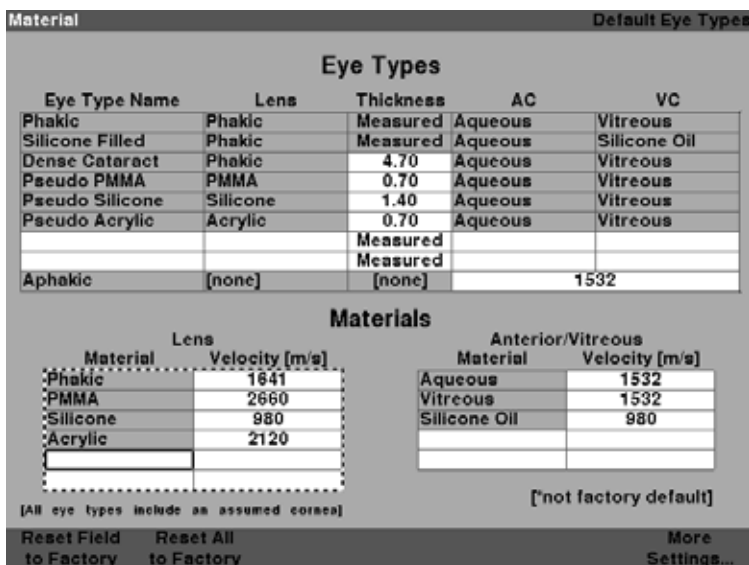

Figura 5-4 Seleção de uma célula para acrescentar um novo material de lente
2. Pressione o botão giratório para ativar a tabela de Material de lente. A tabela estará ativada quando estiver contornada por uma borda tracejada, conforme mostrado na Figura 5-4 abaixo.